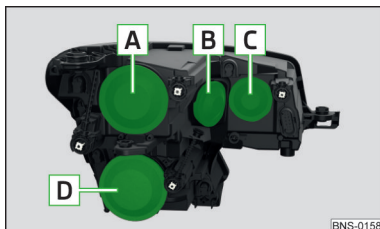

Fig. 370
Emplacement des ampoules » fig. 370
- Retirer le cache **C** » fig. 370 à la page 326.
- Replacer le cache **C** » fig. 370 à la page 326.
- Retirer le recouvrement **B** » fig. 370 à la page 326.
- Replacer le recouvrement **B** » fig. 370 à la page 326.
- Retirez le recouvrement **A** » fig. 370 à la page 326.
- Remplacez le recouvrement **A** » fig. 370 à la page 326.
- Retirer le cache **D** » fig. 370 à la page 326.
Replacer le cache **D** » fig. 370 à la page 326.